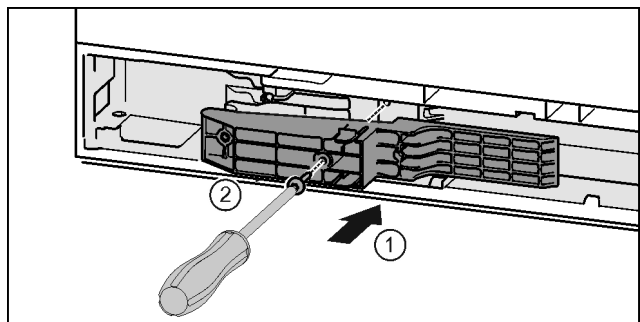

Fig. 45 \*
- ▶ Futni pjesën përshtatëse në fole në anën e dorëzës. Fig. 45 (1)\*
- ▶ Mbërtheni fort vidat me një kaçavidë T15. Fig. 45 (2)\*